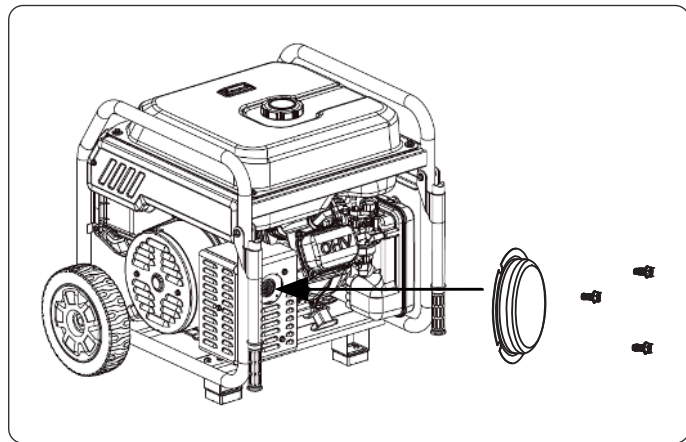

Рис. 24
- Когда глушитель остынет, ослабьте винты на выходе глушителя. и снимаем искрогаситель (Рис. 24)